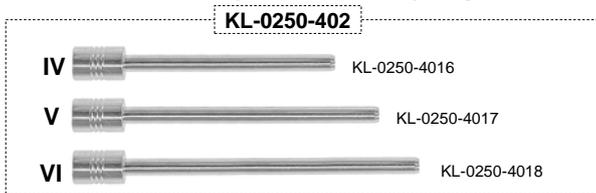

Fig. 2 : Outil de base monté
2. Dévisser l'écrou hexagonal de la vis de serrage. (Voir flèche, fig. 2)
3. Monter avec précaution l'outil de base (pos. 1) sur la fusée d'essieu, tel que montré sur la fig. 2, sans adaptateur fileté (encadré haut) et sans la vis de pression (encadré bas). Ne pas endommager les manchettes en caoutchouc. Si l'outil de base est correctement monté (pos. 1), la vis de serrage se trouve au milieu de l'alésage taraudé. (Voir flèche, fig. 2)